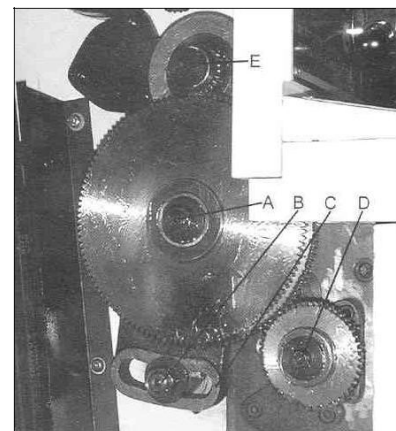

Fig 17
Lösen Sie die Schraube (A, B, Fig 17) und die Mutter (C) um die Räderschere auszuschnwenken.